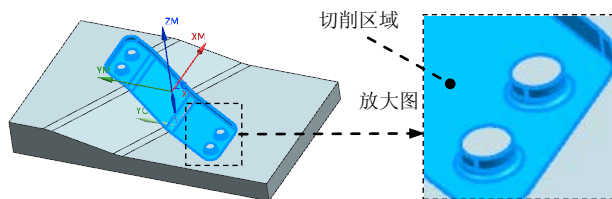

图 14.15 选取切削区域
Step2. 选取图 14.15 所示的面为切削区域（共 25 个面），在“切削区域”对话框中单击 **确定** 按钮，完成切削区域的创建，同时系统返回到“轮廓区域”对话框。